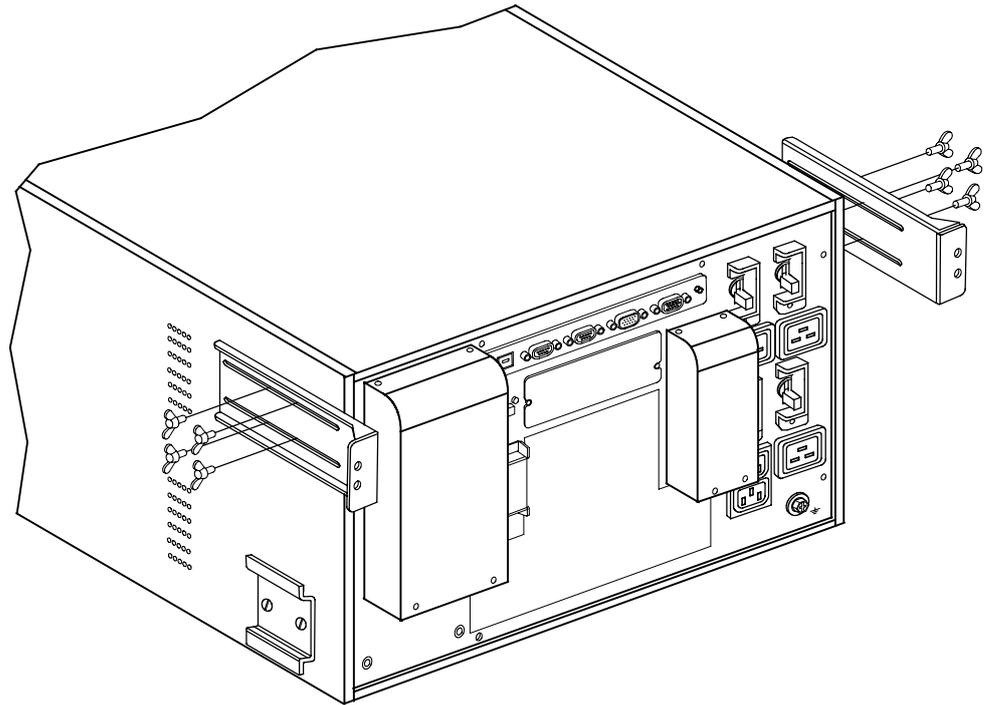

Abbildung 22. Einbauen der optionalen erschütterungsfreien USV-Montagehalterungen
16. Beim Einbau der optionalen erschütterungsfreien Montagehalterungen die beiden erschütterungsfreien USV-Montagehalterungen mit den Schraubenbohrungen an der Seite der USV oberhalb der hinteren Montagehalterungen ausrichten. Die Halterungen mit den acht mitgelieferten Flügelschrauben locker befestigen. Siehe Abbildung 22.